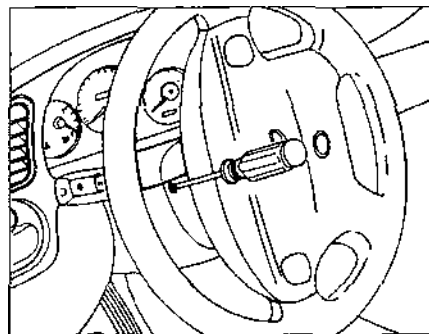

Рис. 6.24.
- выкрутив винты (поворачивая при необходимости рулевое колесо), снять нижнюю и верхнюю облицовочные панели рулевой колонки (рис. 6.24);
облицовочную панель рулевой колонки (рис. 6.24);